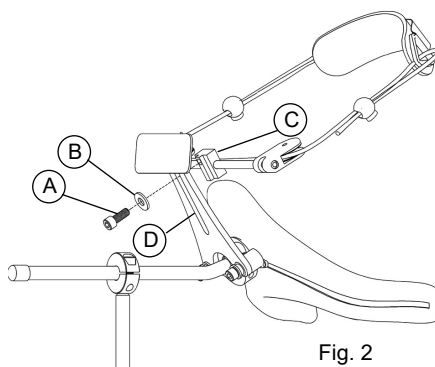

Fig. 2
Festeplate til hel sub-oksipitalpute (Fig. 2)
3. Se Fig. 2. Fjern boltene (Fig. 2, A) og skiven (Fig. 2, B) fra festet til pannestøtten (Fig. 2, C).
4. Still boltene (Fig. 2, A) og skiven (Fig. 2, B) på linje med hverandre gjennom sporet på adapterbraketten for pannestøtten (Fig. 2, D), og fest pannestøtten.